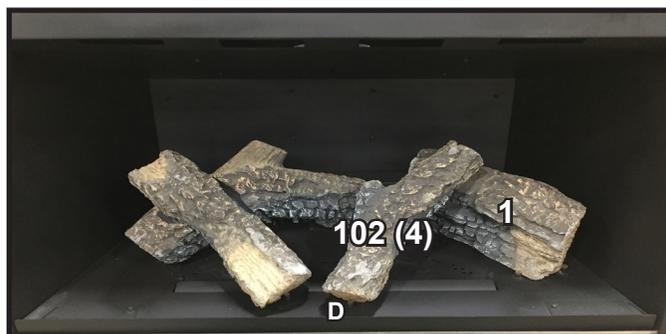

Figure 6 Bûche n°4 installée
**BÛCHE N° 4** : Avec la partie centrale tournée vers l'arrière de la boîte à feu, placez le centre de l'extrémité de la bûche n°4 contre la broche D. Placez l'autre extrémité de la bûche sur la zone plane de la bûche n°1. Voir la figure 6.